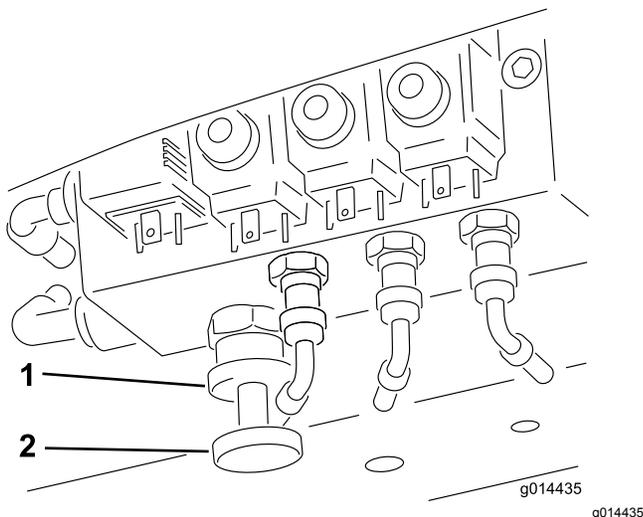

Figura 36
Engatar a transferência de peso: A quantidade de peso transferido pode ser alterada para se adequar às condições de operação rodando o volante de transferência de peso (Figura 36) da seguinte forma:
1. Desenrosque a porca de bloqueio da válvula 1/2 volta no sentido contrário ao dos ponteiros do relógio e segure (Figura 36).
2. Rode o volante da válvula (Figura 36) no sentido contrário ao dos ponteiros do relógio para reduzir a transferência de peso ou no sentido dos ponteiros do relógio para aumentar a transferência de peso.